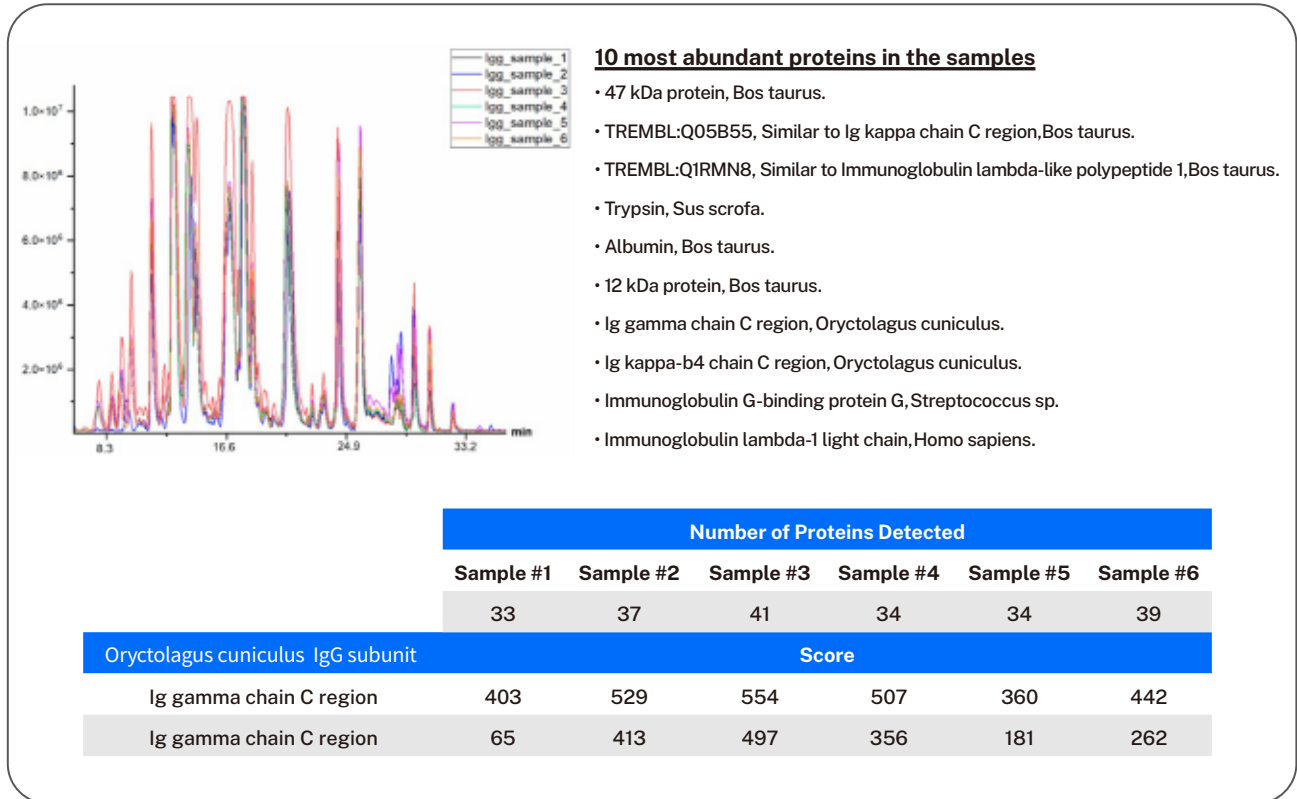

图 2：已纯化的 6 个兔 IgG 样品在纽约市立大学高级科学研究中心（纽约，NY）通过 Bruker's maXis-II ETD ESI-QqTOF/Dionex Ultimate-3000 液相色谱系统进行分析。（上图）基峰强度色谱图（离子电流 vs. 保留时间）和（下图）检测到的蛋白质。
- 通过蛋白消化和纯化流程处理的样品显示良好的基峰离子色谱图 (图 2)